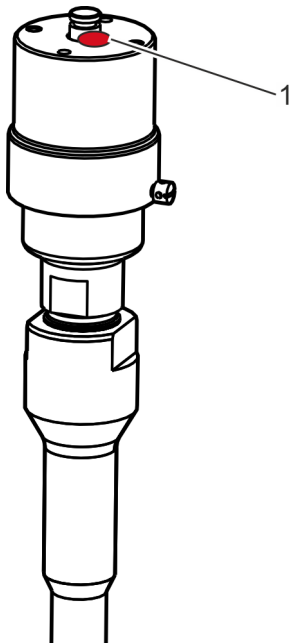

Fig. 27: Poner la marca de pintura
3. ➤ Ponga en la guía la marca de pintura (Fig. 27/1) en la posición adecuada.